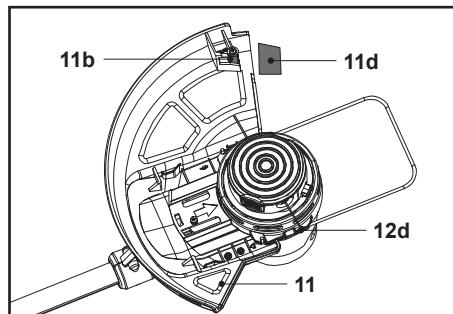

Fig. 12
A proteção (11) protege o utilizador contra objetos projetados durante a utilização. Esta está equipada com uma faca (11b) que corta os fios do aparador (12d) (Fig. 12).